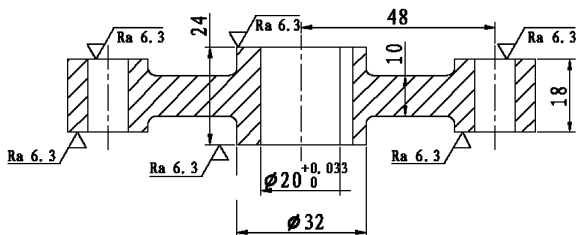

图 9-100 标注表面粗糙度（二）
5) 单击“默认”选项卡“修改”面板中的“复制”按钮，选取镜像后的表面粗糙度，将其复制到俯视图下部需要标注的地方，结果如图 9-100 所示。